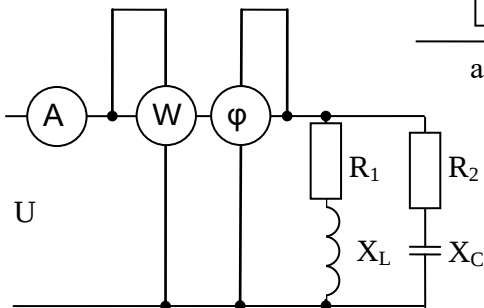

Рис. 10
3. В схеме рис. 10 определить коэффициент мощности и ток в общей цепи, если $I_1 = I_2 = 1,41$ А, а углы сдвига фазы $|\varphi_1| = |\varphi_2| = 45^\circ$
4. В схеме рис.10 $X_L = 0$. Определить активную проводимость, если $R_1 = 10$ Ом; $R_2 = 4$ Ом; $X_C = 3$ Ом.
5. В схеме рис.10 $R_1 = 0$. Определить X_C , при котором в цепи возникает резонанс токов, если $R_2 = 6 \text{ Ом}$; $X_L = 16 \text{ Ом}$.
6. В схеме рис.10 $R_1 = 6 \text{ Ом}$; $X_L = 8 \text{ Ом}$; $R_2 = 8 \text{ Ом}$; $X_C = 6 \text{ Ом}$. Проверить наличие резонанса в цепи.
7. В схеме рис.10 определить $\hat{S}, P, Q$ если $u = 141\sin(\omega t + 37^\circ)$; $R_1 = 4 \text{ Ом}$; $R_2 = 3 \text{ Ом}$; $X_L = 3 \text{ Ом}$; $X_C = 4 \text{ Ом}$.
8. В схеме рис.10 $R_1 = R_2 = X_L = X_C = 10 \text{ Ом}$; $U_m = 141 \text{ В}$. Определить показания приборов.
9. В схеме рис.10 $I_1 > I_2$ При увеличении емкости конденсатора режим работы цепи приближается к резонансу. Как при этом будут изменяться показания приборов?